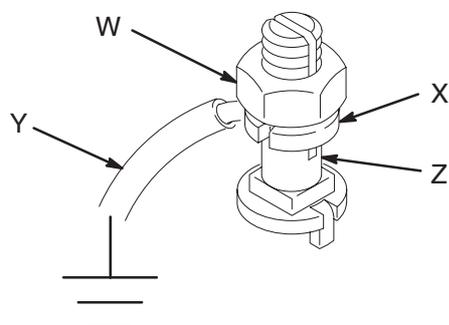

Fig. 2
Toutes les autres pompes: utiliser un fil et une pince de terre. Voir la Fig. 2. Desserrer l'écrou (W) de la borne de terre et la rondelle (X). Introduire l'extrémité d'un fil de terre (Y) de 1,5 mm² minimum dans la fente de la borne (Z), puis serrer solidement l'écrou. Brancher l'autre extrémité du câble sur une véritable prise de terre. Pour commander le fil et la pince de terre, indiquer la réf. 237569.